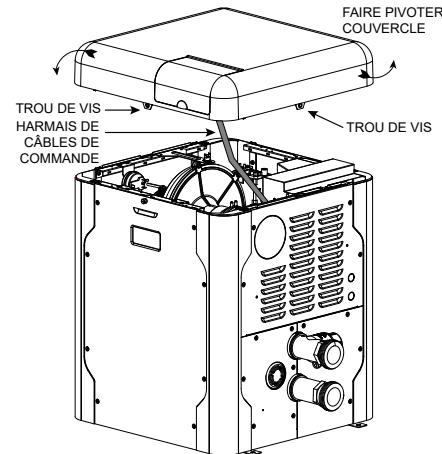

Figure 34. Retrait du couvercle de l'appareil
Pour faire pivoter le couvercle, retirez les (2) vis moletées qui l'unissent à la paroi de l'appareil, comme indiqué ci-dessous. Faites pivoter le couvercle à la position désirée et réinstallez les vis moletées pour le fixer à la paroi de l'appareil, voir **Figure 34**, page 28.
1. Retirez les vis moletées des faces avant et arrière, voir **Figure 34**.